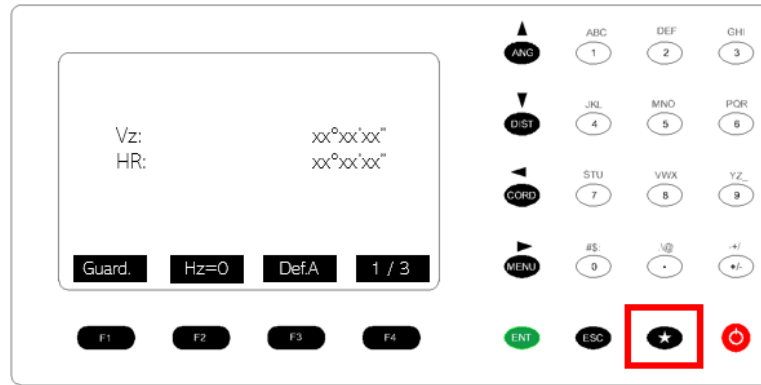
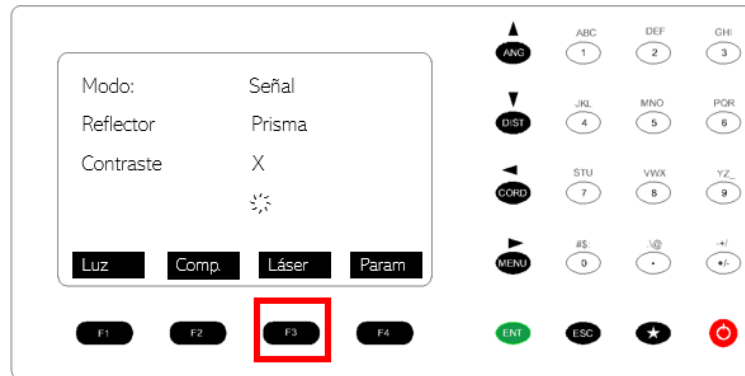

Figura 35. Comandos de la estación total para encender la plomada láser.
Figura 36. Comandos de la estación total para encender la plomada láser.
9. Prender la estación. Presionar el botón de estrella (figura 35). Y presionar F3 Láser (figura 36).